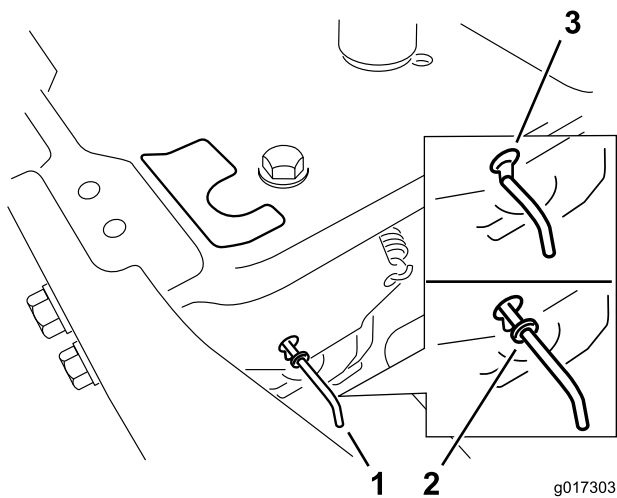

Figura 20
4. Mova as alavancas de derivação para frente através do orifício da chave e para baixo para as bloquear no lugar (Figura 20).
Mova as alavancas de derivação para trás através do orifício da chave e para baixo para as bloquear no lugar, como se mostra na Figura 20.